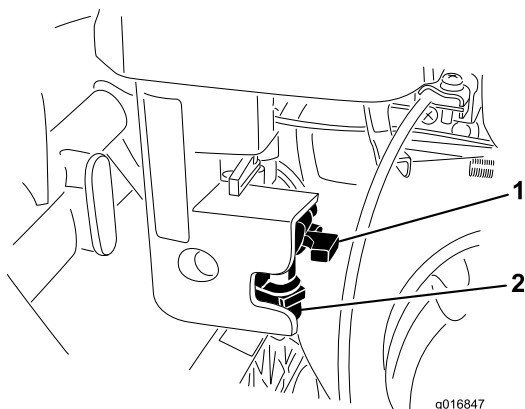

Figura 37
1. Chiudete la valvola d'intercettazione del carburante e svitate la coppa del carburante dal corpo del filtro (Figura 37).